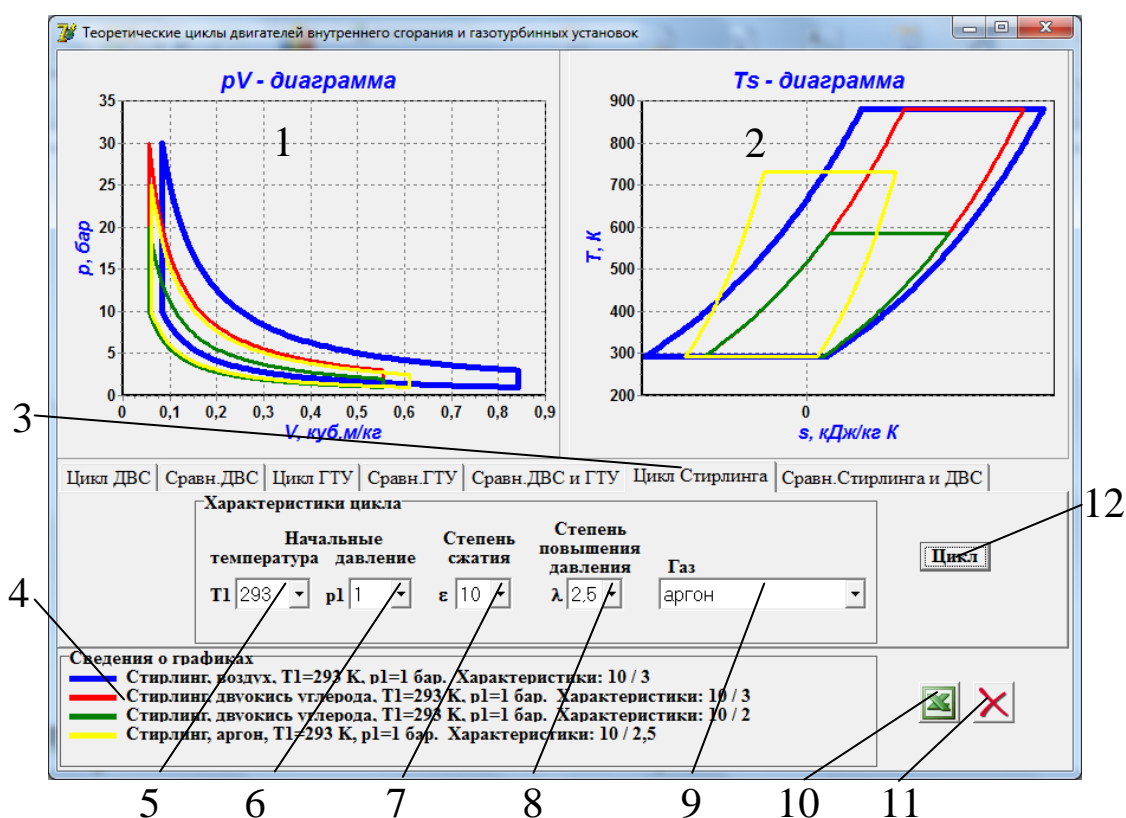

Рис. 2. Интерфейс программы:
Лабораторная работа выполняется на компьютере. Основными элементами установки (рис. 2) являются: pV -диаграмма 1, Ts -диаграмма 2, начальных температур 5, начальных давлений 6, степеней сжатия 7, степеней повышения давления 8, степеней предварительного расширения 9, кнопки расчета параметров цикла и построения диаграмм цикла 12, вывода данных о цикле в таблицу Excel 10, очистки окон диаграмм и сведений о графиках 11.
6. Нажимают кнопку «Цикл» (12 на рис. 2).